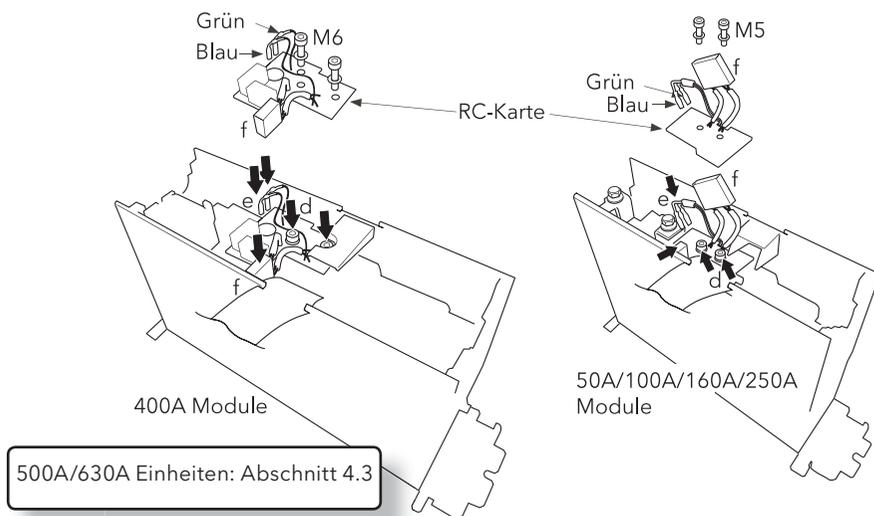

Abbildung 3.3a Austausch der RC-Karte
2. Trennen Sie den großen Stecker ('f' in Abbildung 3.3a), der die RC-Karte mit der Hauptplatine verbindet.